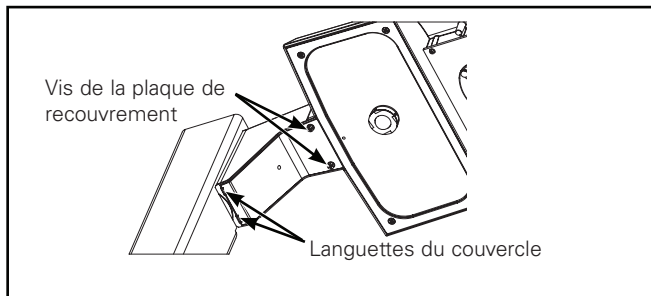

Figure 5.
**Note:** Assurez-vous que les fils d'alimentation du luminaire ne sont pas pincés entre le couvercle et le bras de montage (Figure 5).